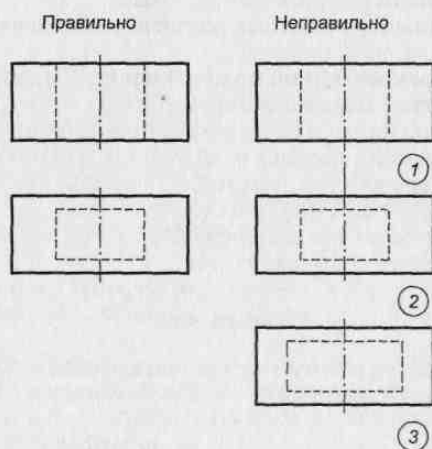

Рис. 41
3. На рис. 41 даны варианты правильного и неправильного проведения штриховых линий. Какие ошибки допущены в трех неправильных вариантах?